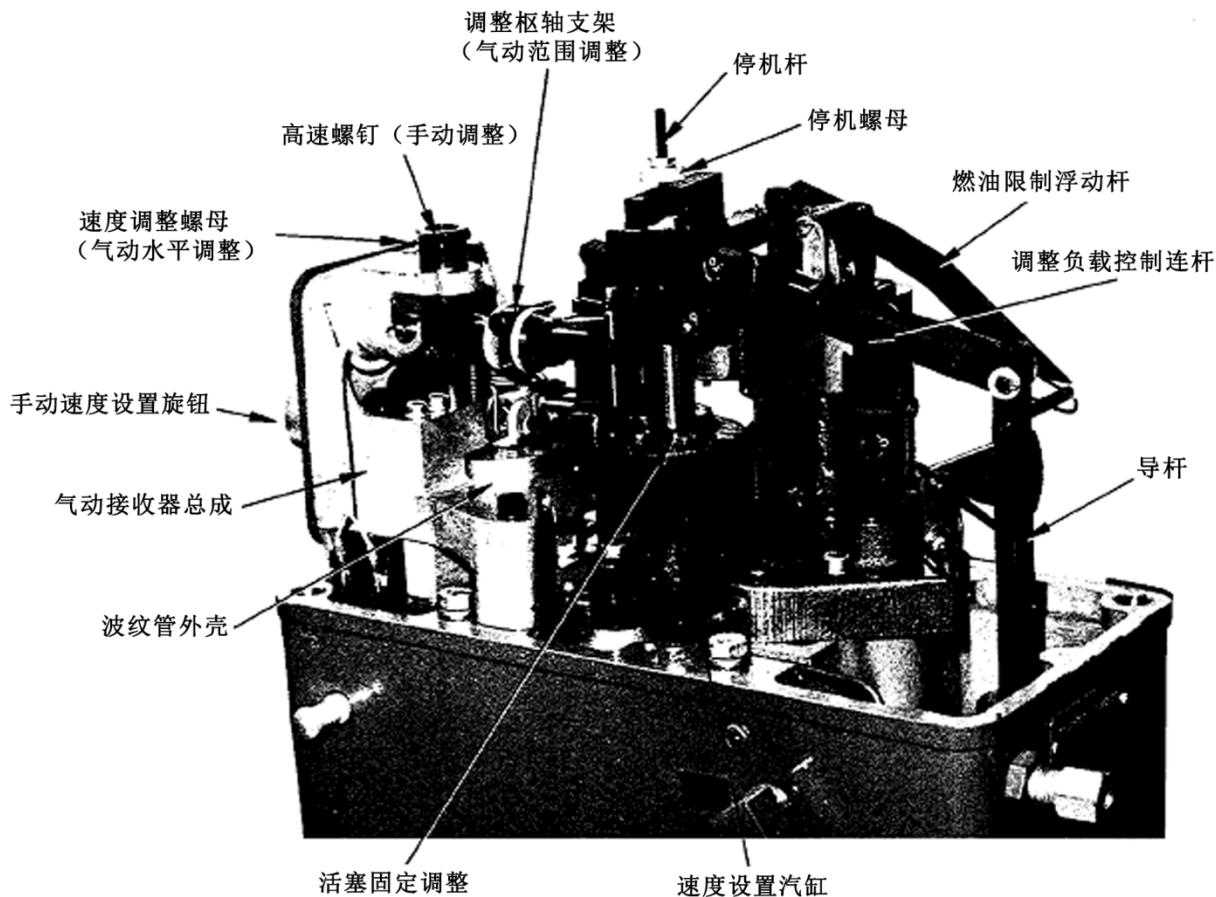

图 3-2. 移除上盖的调速器的左侧视图
(图 3-2)
- b. 按照要求在速度设置螺钉上旋转速度调节螺母（图 3-2）（逆时针旋转以增加速度），直到在最低控制气压下达到所需的低速。